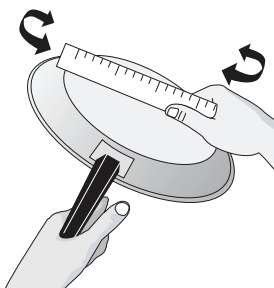

Figure 3 : Vérifier que le fond de l'ustensile est bien plat
- Assurez-vous que le fond de l'ustensile repose bien à plat sur la table de cuisson. Les ustensiles doivent avoir un fond plat qui assure un bon contact avec toute la zone de cuisson à induction. Vérifiez que le fond des ustensiles est bien plat en y faisant tourner une règle (Figure 3).